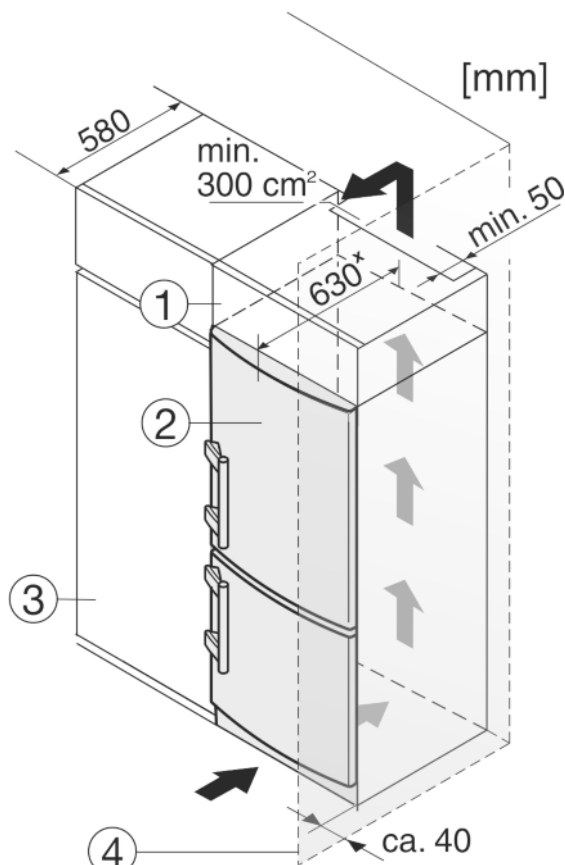

Fig. 13
Устройство может быть окружено предметами кухонной обстановки. Чтобы уравнять устройство *Fig. 13 (2)* по высоте с кухонной стенкой, можно установить над устройством соответствующий дополнительный шкафчик *Fig. 13 (1)*.
При комбинировании с кухонными шкафами (глубина макс. 580 мм) устройство можно установить непосредственно рядом с кухонным шкафом *Fig. 13 (3)*. Устройство выступает сбоку на 34 ммх и по центру на 50 ммх относительно передней стенки кухонного шкафа.
Если устройство установлено на шарнирах у стены *Fig. 13 (4)*, то расстояние между устройством и стеной должно быть не менее 40 мм. Настолько выступает ручка при открытой дверце.